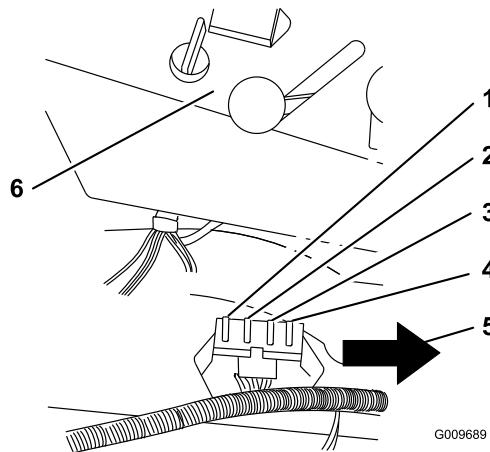

Figure 44
1. Soulevez le siège pour accéder au porte-fusibles (Figure 44).
3. Remplacez le fusible (Figure 44).